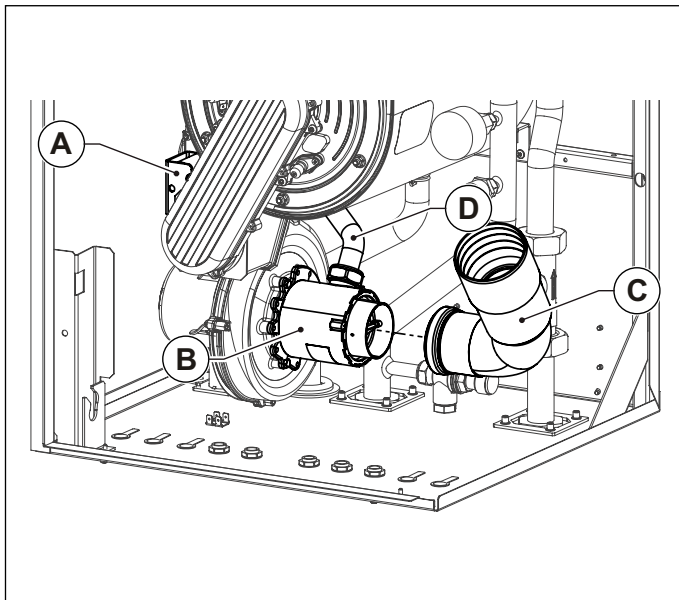

Рис. 34 Забірна труба
- Знов підключіть впускну трубу **С** до змішувача (лише KR 85) (дивись Рис. 34 Забірна труба).
- Від'єднайте газову трубу **В** від змішувача **В** (див. Рис. 34 Забірна труба).
- Підключіть **D** газову трубу до змішувача (див. Рис. 34 Забірна труба).